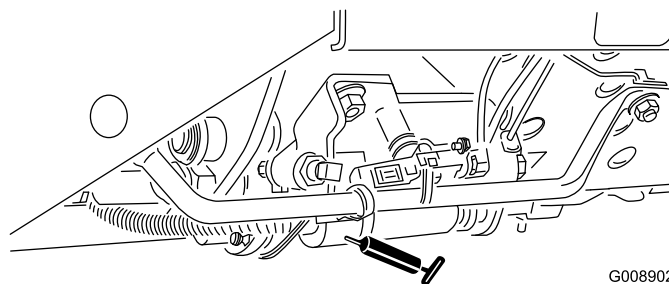

Figura 52
- Patilha Corte/Transporte (Figura 52)